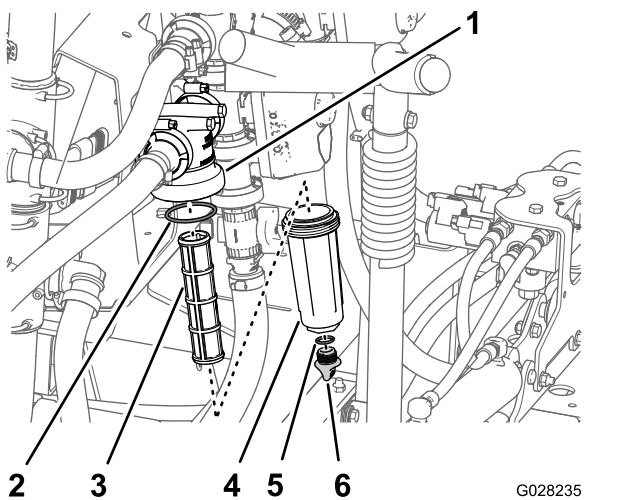

図 53
2. 圧力フィルタの下に受け容器をおく 図 53。
3. 圧力フィルタのボウルについているドレンキャップを左に回して外す 図 53。
4. ボウルを左に回してフィルタヘッドを外す 図 53。
5. 圧力フィルタエレメントを外す 図 53。
7. ドレンプラグのガスケットボールの内側とボウルのガスケットフィルタヘッドの内側に傷や破損がないか点検する 図 53。
8. 圧力フィルタエレメントをフィルタヘッドに取り付ける 図 53。
9. フィルタヘッドにボウルを取り付けて手締めする 図 53。
10. ボウルの底部のフィッティングにドレンキャップを取り付けてキャップを手締めする 図 53。